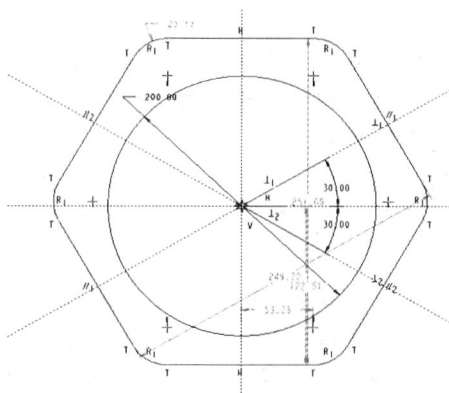

图 1-19 竖直约束圆弧圆心
Step1 单击“草绘器工具”工具栏“约束”面板中的“垂直”按钮, 选择圆弧 1 和圆弧 5 的圆心, 使两圆心位于同一条竖直线上。采用同样的方法设置圆弧 2 和圆弧 4 的圆心后, 图形显示如图 1-19 所示。